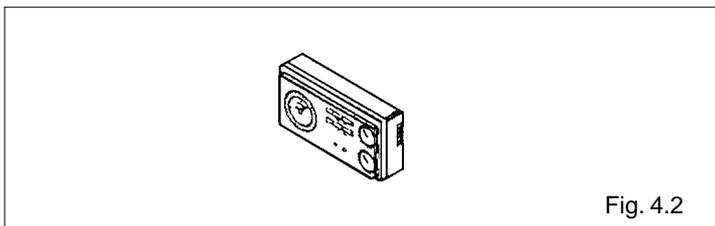

Fig. 4.2
- regular el termostato ambiente a la temperatura deseada ($\sim 20^{\circ}\text{C}$), o bien, si la instalación posee un programador horario o termorregulación, controlar que esté activado y regulado ($\sim 20^{\circ}\text{C}$) (fig. 4.2)